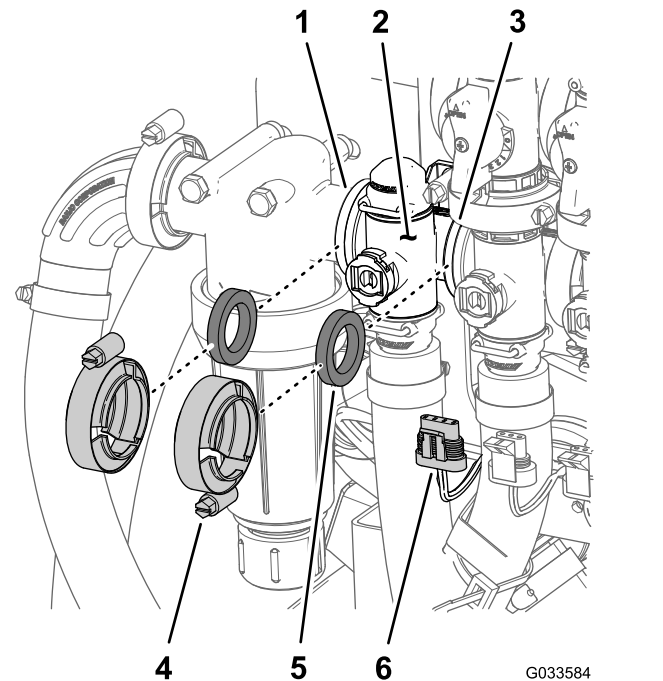

Bild 113
1. Entfernen Sie die zwei Flanschklappen und zwei Dichtungen, mit denen der Verteiler für das Dosierungsregelventil am Druckfilter und Rührwerkventil befestigt ist (Bild 113).